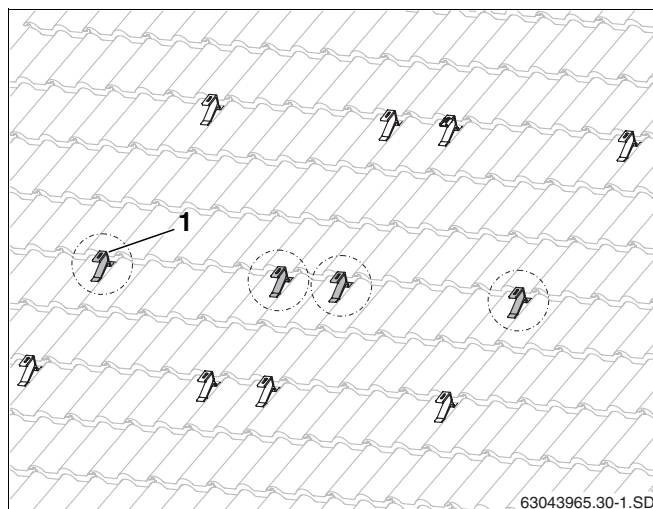

Fig. 28 Crochets de fixation supplémentaires pour le profil de la charge de neige (ici: pour deux capteurs)
- Fixer les crochets supplémentaires (fig. 28, **pos. 1**) si possible au milieu entre les crochets supérieurs et inférieurs déjà en place.